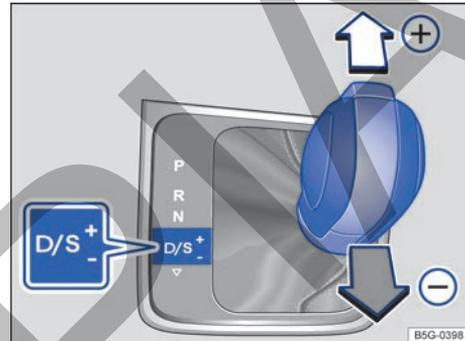

Fig. 115 Palanca selectora en la posición Tiptronic (vehículos con el volante a la izquierda).
- Para cambiar a una marcha más larga o más corta, empuje levemente la palanca selectora hacia delante (+) o hacia atrás (-) → fig. 115.